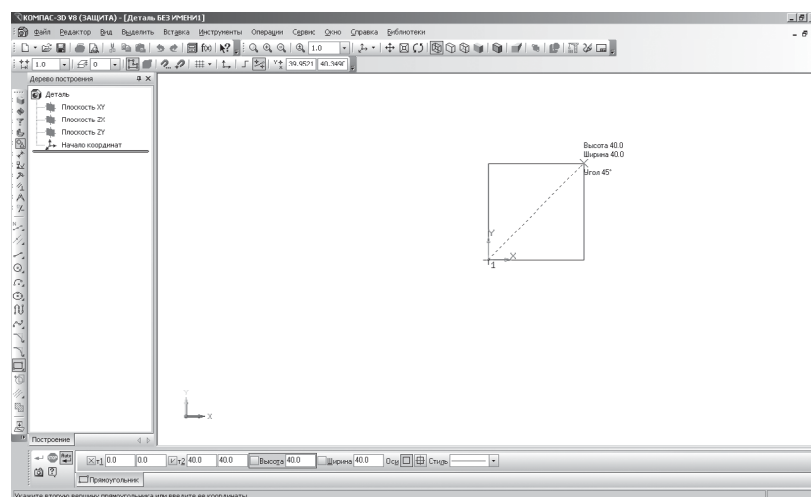

Рисунок 1.2 - Побудова ескізу
- площина для побудови повинна бути розташована паралельно площині екрана. Система КОМПАС-3D створить дане положення автоматично. Для версій нижче 8 на панелі видів встановіть орієнтацію **нормально до** (площина буде розташована паралельно площині екрана) (рис. 1.2);
- побудуйте  – прямокутник висотою 40 мм і шириною 40 мм (рис. 1.2);